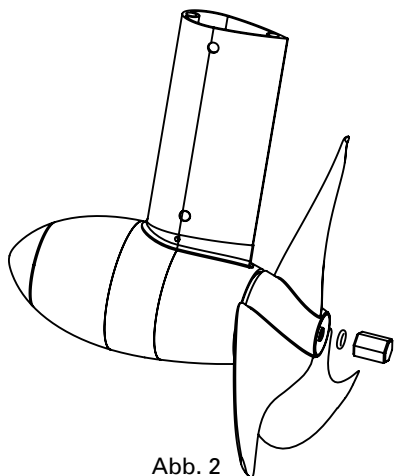

Abb. 2
- Opferanode mit Gewinde (Abb. 2): Stecken Sie den O-Ring 8,5 x 2 auf die Getriebewelle und schrauben Sie danach die Opferanode mit der Hand auf.